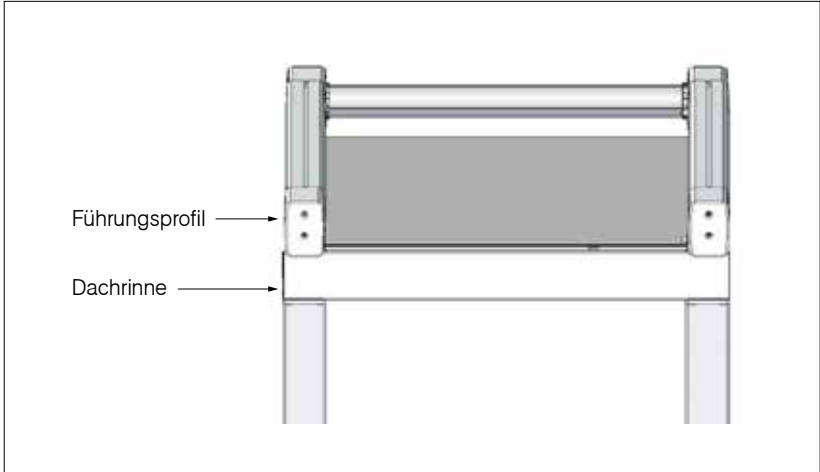

Abb. 19
- » Führungsprofil Außenkante = Außenkante Dachrinne (Abb. 19)